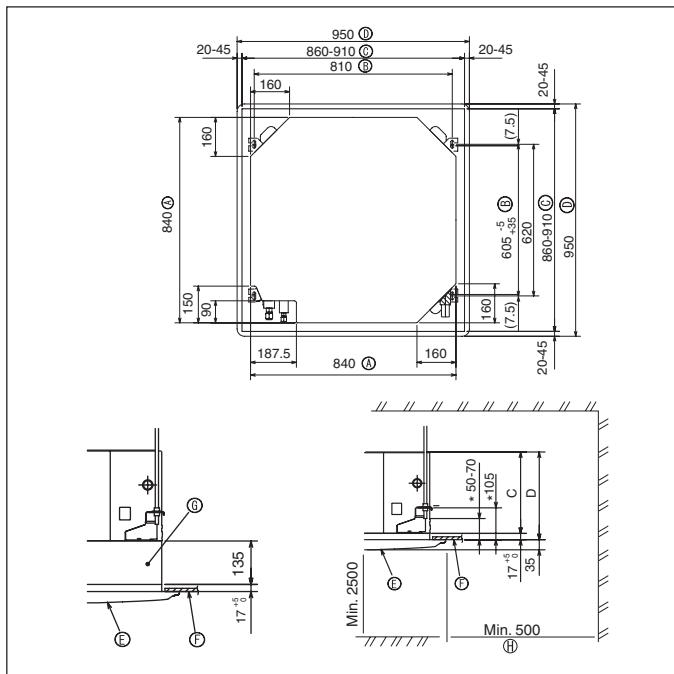

Fig. 2-2
2.2. Plafondopeningen en posities voor installatie van de ophangbouten (Fig. 2-2)
* De afmetingen van de plafondopeningen kunnen aangepast worden binnen de begrenzingen zoals aangegeven in Fig.2-2; u moet dus het apparaat tegen het plafondopening centreren, waarbij u ervoor moet zorgen dat de respectieve tegengestelde zijden aan alle kanten van de opening hetzelfde zijn.